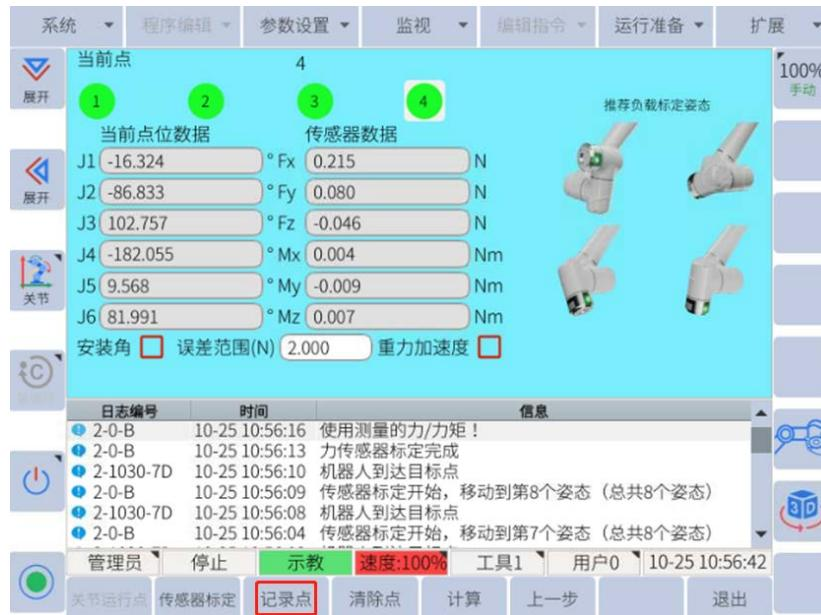

图 6-39: 记录点
(a) 点击 1，进入点位 1（默认）的姿态调节界面，按住伺服，通过转动关节（主要是4、5、6关节，用于改变机器人末端的姿态）至合理姿态，点击底部菜单栏中的**记录点**（如图 6-39 所示）。
- (b) 点击 2, 进入点位 2 的姿态调节界面, 按住伺服, 通过转动关节 (主要转动 4、5、6 关节, 用于改变机器人末端的姿态) 至合理姿态, 点击底部菜单栏中的记录点 (如图 6-39 所示)。